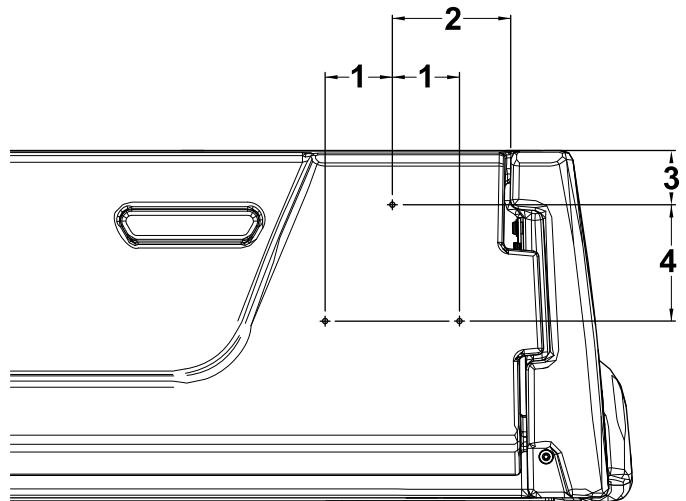

Figura 17
1. No lado direito da porta traseira, meça 130 mm a partir da extremidade direita e 60 mm da parte superior da porta traseira e marque o local (Figura 17).
- Meça 128 mm para baixo do furo marcado no passo 1 e 74 mm para a direita e esquerda e marque dois locais (Figura 17).
- Faça um furo de 5 mm em cada local dos três marcados (Figura 17).